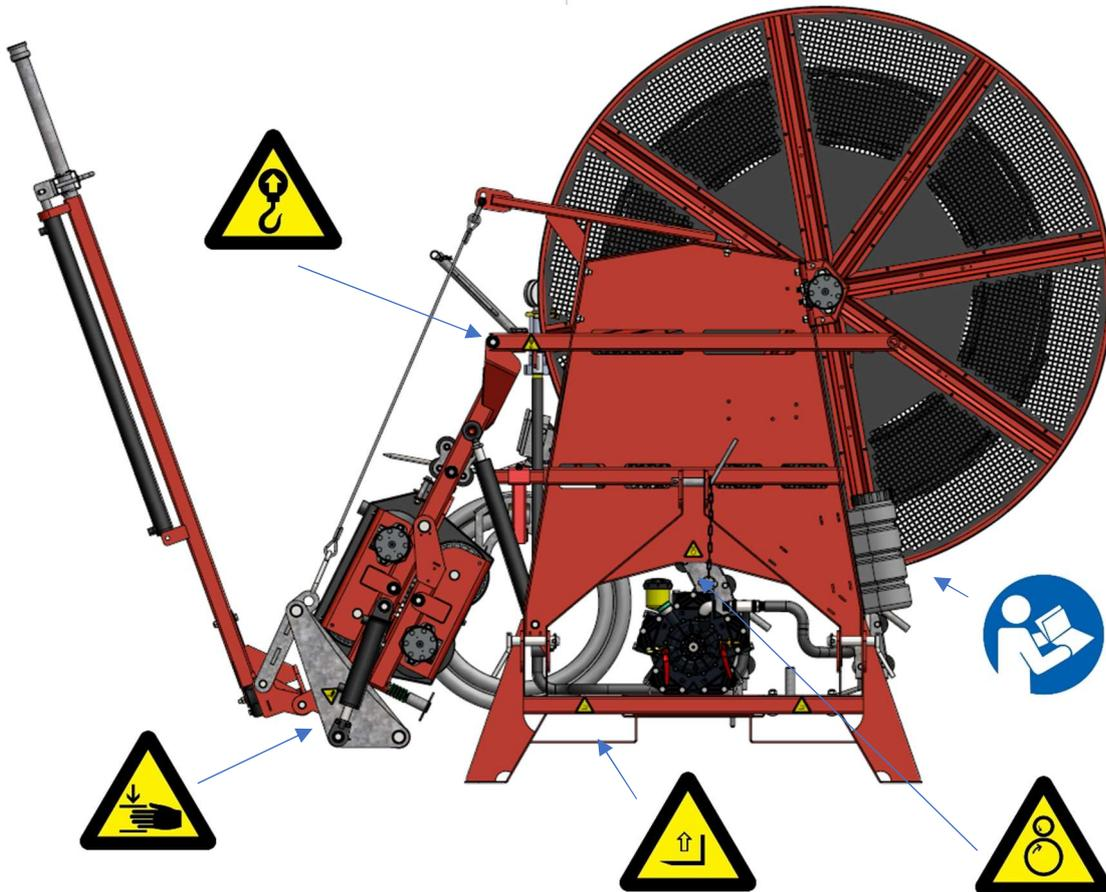

Abbildung 4 – Sicherheitsaufkleber Vorderseite Maschine
- A. Aufkleber, siehe Abb. 4 und 5.